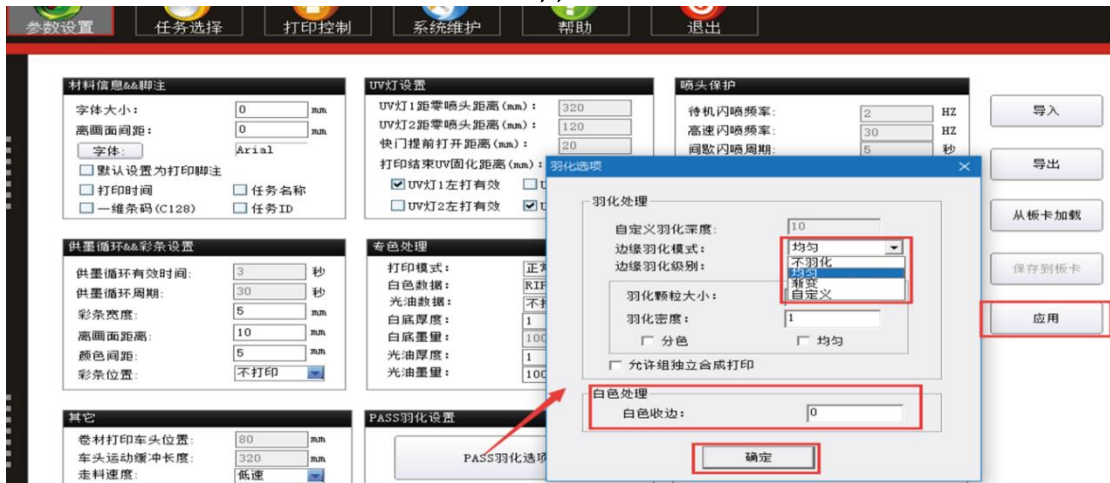

图7
- 2) 在 PASS 羽化设置中羽化程度（不羽化—0，自定义—自设定数值，均匀以及渐变一小中大羽化）如图7